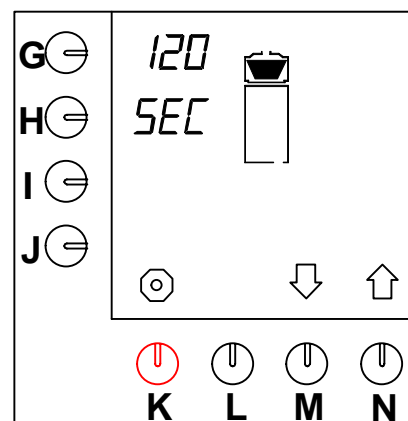

Fig. 47 Droppetid
- Tryck på valtangenten (N.)↑ tills fig. 47 visas på displayen.